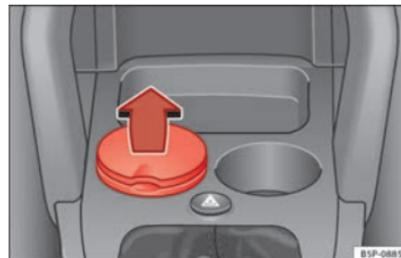

Fig. 109 Cendrier situé dans le porte-gobelets avant.
- Pour ouvrir le cendrier, levez le cache ⇒ fig. 109.